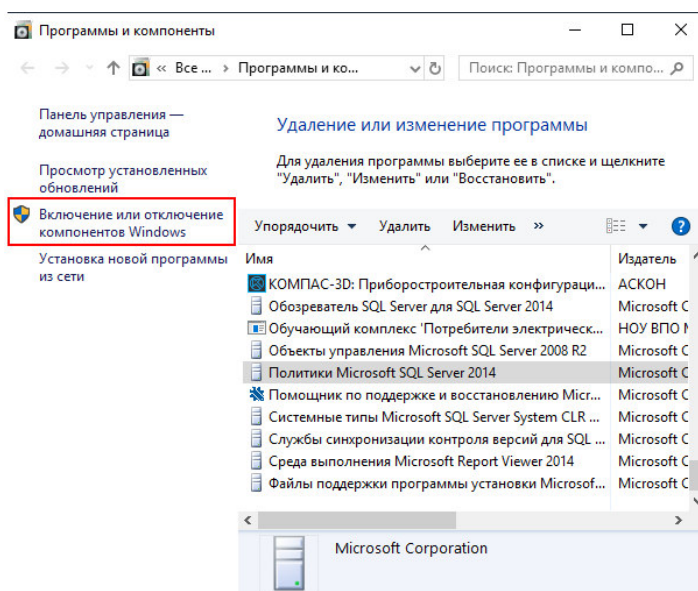

Рисунок 2.2.4
- в появившемся окне «Программы и компоненты» (см. Рисунок 2.2.4) нажать «Включение или отключение компонентов Windows»;